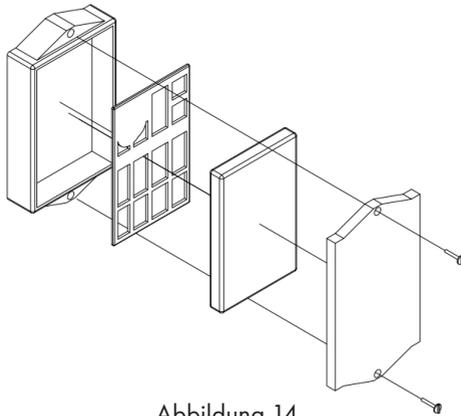

Abbildung 14
- Lösen Sie die oberen und unteren Schrauben der Luftfilterabdeckung und entnehmen Sie den Filter wie in Abbildung 14 gezeigt.